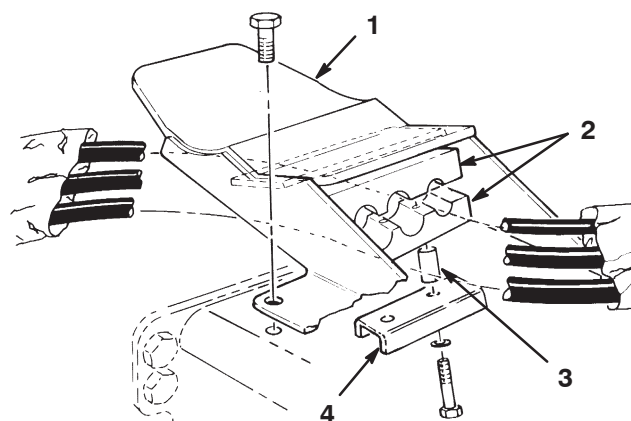

Figure 7
1. Fixez légèrement les flexibles hydrauliques sur le dessous de chaque support de basculement au moyen de colliers, entretoises, plaque de serrage, rondelles-freins et vis, comme illustré à la Figure 7.
6. Serrez les fixations des supports de basculement sur les plateaux de coupe N° 4 et 5 (Fig. 7).